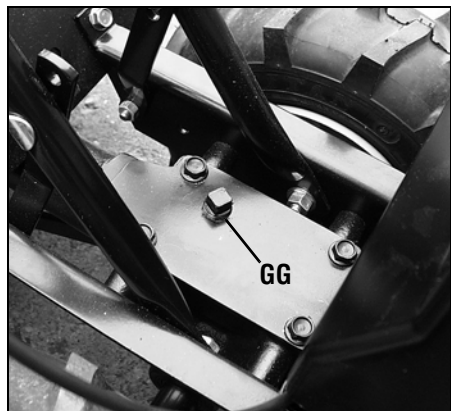

Fig. 2-11: Saque el tapón de llenado de aceite de engranajes.
2. Saque el tapón de llenado de aceite (GG, Fig. 2-11) de la tapa del alojamiento de la transmisión y ubique el eje de la transmisión principal situado dentro del alojamiento.